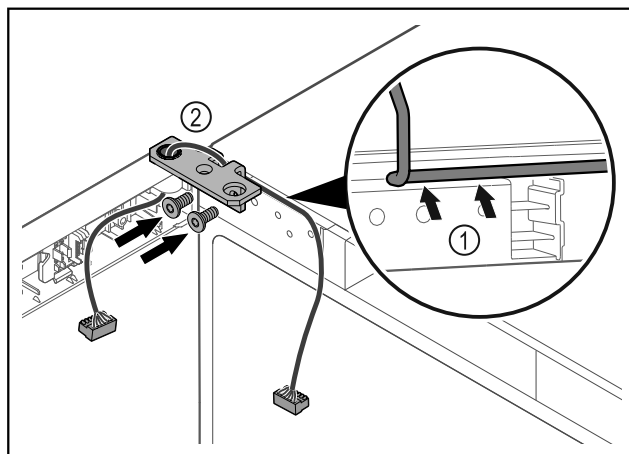

Fig. 39
- Kabel speljite skozi izrez tečaja kotnika in ga previdno zložite Fig. 39 (1).
- Privijte kotnik tečajev vrat Fig. 39 (2).